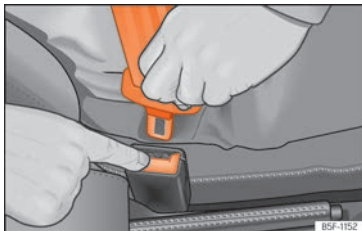

Fig. 11 Soltar la lengüeta del cierre del cinturón.
- Presione la tecla roja en el cierre »» fig. 11. La lengüeta saltará del cierre.